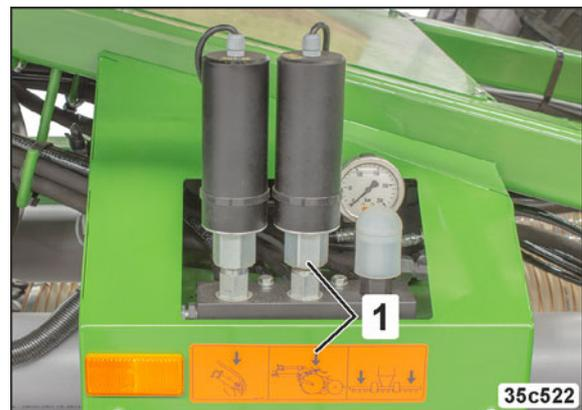

Fig. 83
- eines Stellmotors (Fig. 83/1, Option), der über den AMATRON 3 in der Traktorkabine bedient wird.